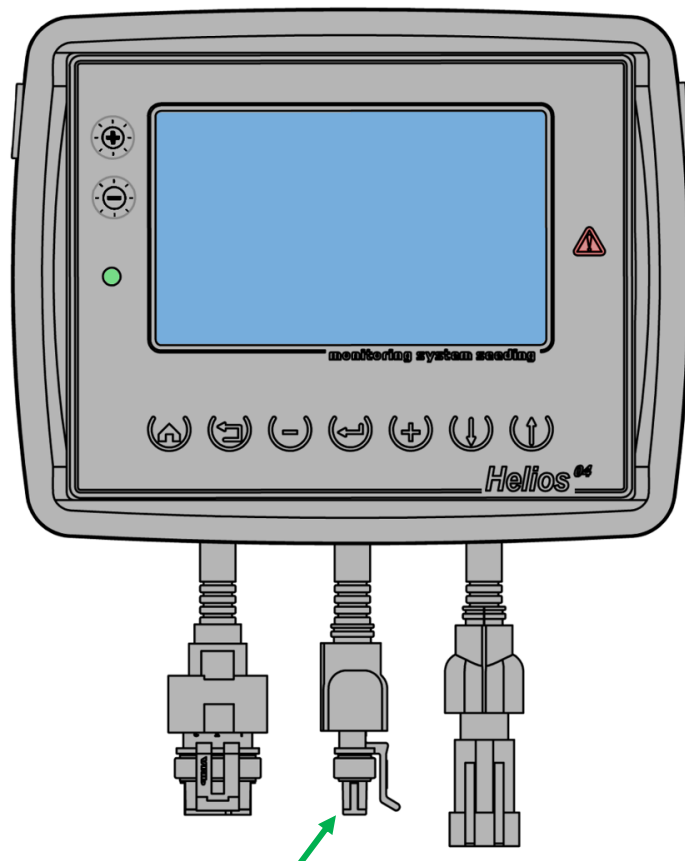

Рисунок 69 Кабельный ввод жгута связи RS-485
1. Отключите все датчики от кабельного ввода жгута связи на панели оператора (четырёхконтактный разъем, см. Рисунок 69).
2. Датчик, которому нужно установить новый программный адрес, подключите к кабельному вводу жгута связи на панели оператора (см. Рисунок 69).